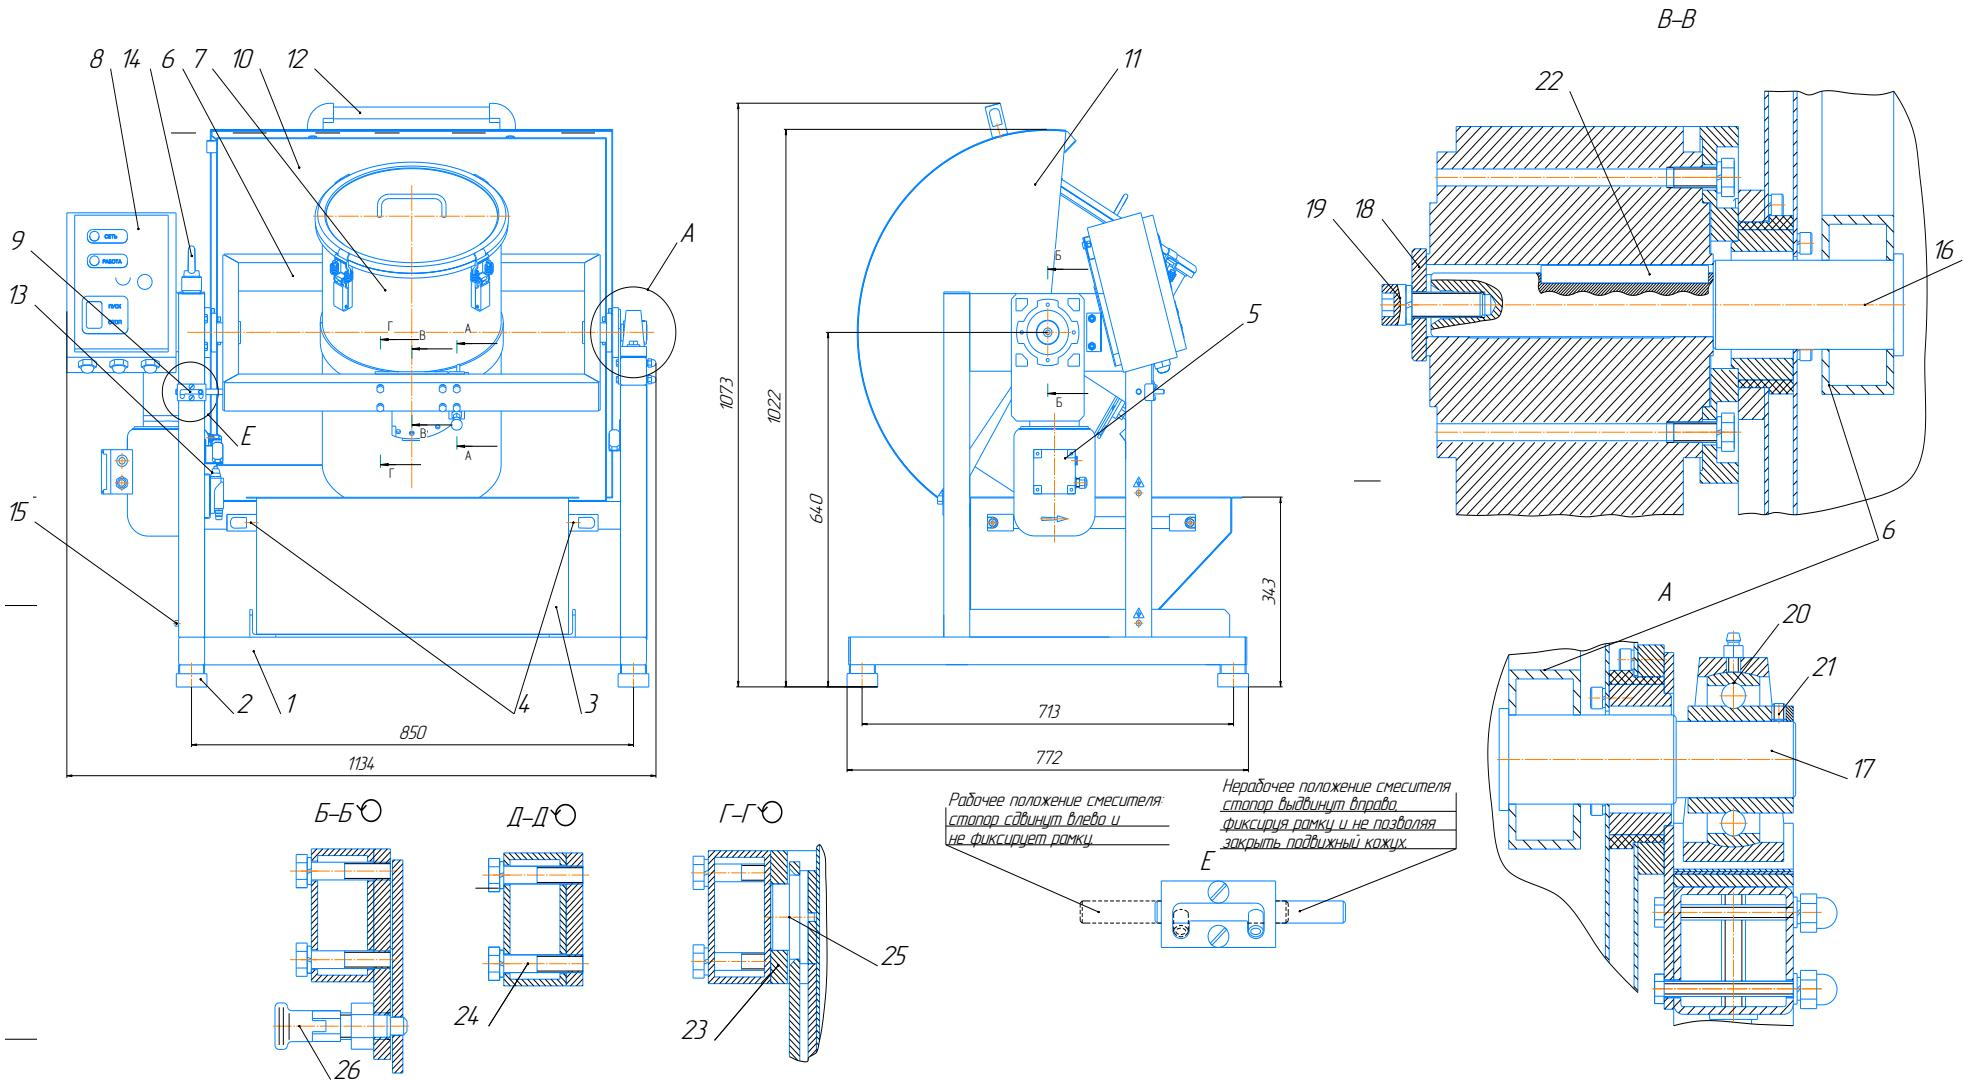

Рис. 1 Смеситель С 50.0 "Пьяная бочка"
Основными составными частями Смесителя (Рис. 1) являются: станина 1, представляющая собой сварную конструкцию и служащая основанием для крепления всех составных частей Смесителя, амортизаторы 2, обеспечивающие устойчивое положение Смесителя на опорной поверхности, короб 3 (с двумя ручками 4), предназначенный для разгрузки перемешанного материала, цилиндроконический мотор-редуктор 5, предназначенный для придания вращения рамке 6 с закрепленной на ней бочкой в сборе 7, пульт управления 8, управляющий работой мотор-редуктора, стопор 9, фиксирующий рамку в рабочем и нерабочем положениях, кожух 10 и подвижный кожух 11, закрывающие врачающиеся части Смесителя (рамку и бочку в сборе) для обеспечения безопасности рабочего персонала.
Запуск Смесителя осуществляется при помощи пульта управления 8 (Рис.1). При нажатии кнопки “ПУСК” происходит подача питания на мотор-редуктор (подвижный кожух 11 опущен). Мотор – редуктор приводит во вращение рамку 6 с закрепленной на ней бочкой в сборе 7. Находящийся в бочке материал при ее вращении начинает перемешиваться.
2.1.1 **ВНИМАНИЕ!** Смеситель имеет класс защиты 0I по ГОСТ 27570.0-87. При работе обязательным является заземление Смесителя через клемму защитного заземления 15 (Рис. 1).
- включать Смеситель, не сдвинув стопор 9 влево (см. Рис. 1 вид Е);
2.3.3 Зафиксируйте рамку 6 стопором 9, сдвинув его вправо (см. Рис. 1 вид Е);
2.3.8 Установите необходимый наклон продольной оси бочки к оси ее вращения (оси рамки) (15° , 30° , 45° , 60°), пользуясь (см. Рис. 1) фиксатором 26. Оптимальный угол наклона зависит от свойств смешиаемого материала и определяется экспериментально;
2.3.9 Сдвиньте (см. Рис. 1 вид Е) стопор 9 влево;
2.3.15 Сдвиньте (см. Рис. 1 вид Е) стопор 9 влево, придерживая бочку рукой;